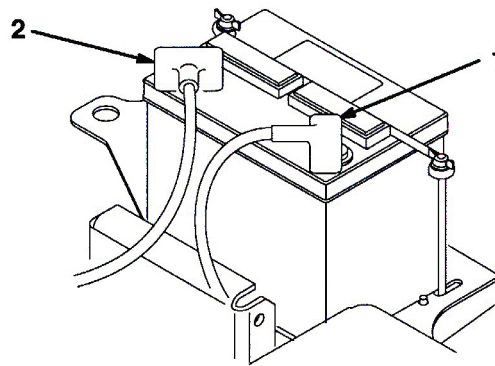

図9
- スタータからの赤い (+) ケーブルを (+) 端子に固定する (図9)。レンチで締め付けて固定し、ワセリンを塗布する。ケーブルが擦れて磨耗するような配線はさける。座席の最後部でケーブルを傷つけることがあるので特に注意すること。